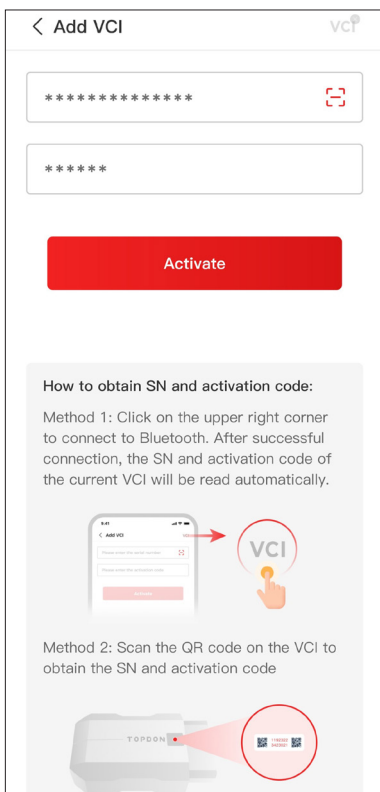

Figure 3-8
- ① Appuyez sur **Moi > Gestion VCI > +** .
② Pour obtenir le numéro de série et le code d'activation, veuillez scanner le code QR sur le produit. Vous pouvez également appuyer sur le **VCI**^x en haut à droite de l'écran d'activation pour établir une connexion Bluetooth (voir Figure 3-8). Une fois la connexion Bluetooth entre le TopScan et votre téléphone établie, le numéro de série et le code d'activation seront automatiquement obtenus.)